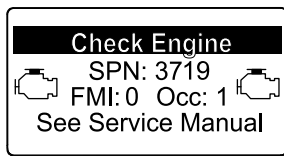

Bild 79
- Motorwarnung SPN 3719, FMI 0 (Bild 79)